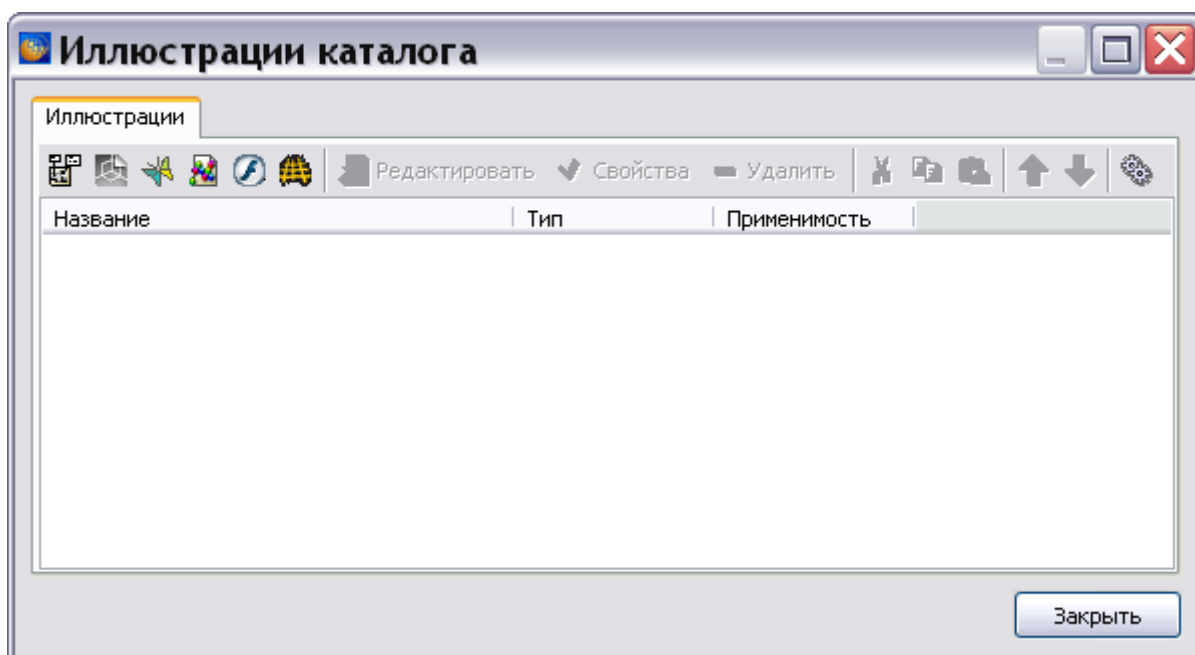

Рис. 6.63
1. Выберите меню **Иллюстрации**. При этом откроется окно **Иллюстрации каталога** (Рис. 6.63).